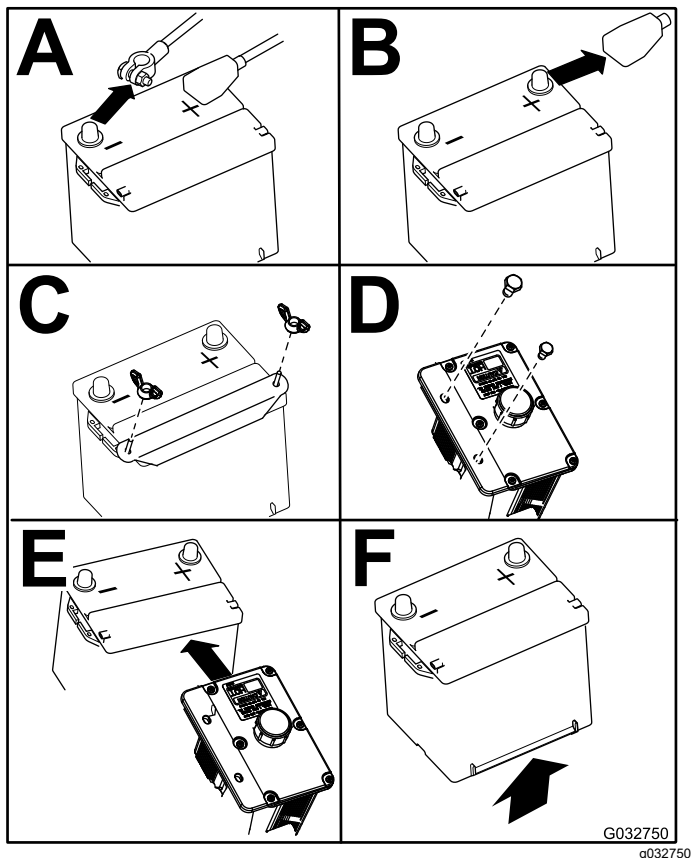

Bild 45
4. Nehmen Sie die Batterie heraus, wie in Bild 45 abgebildet.